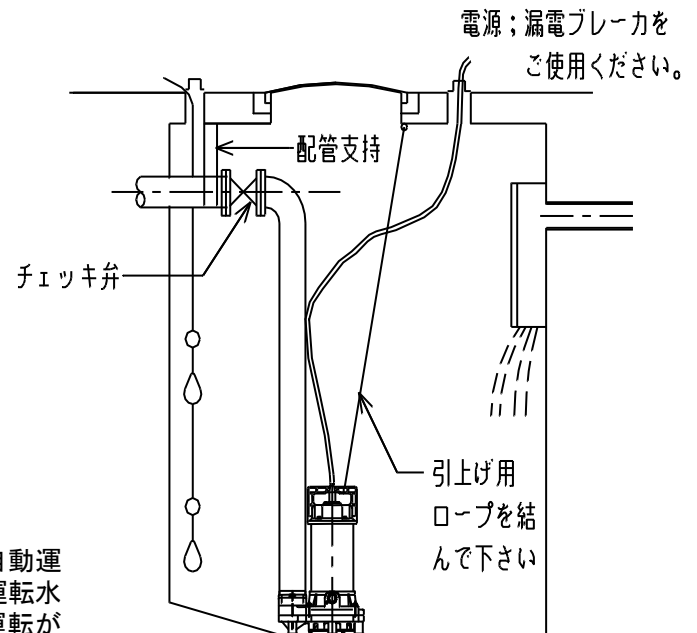
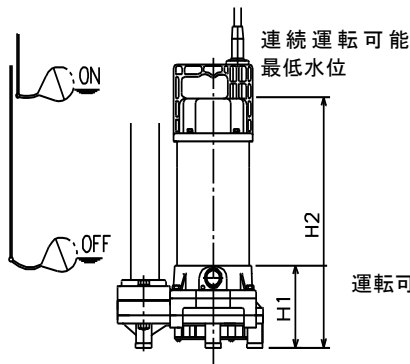

図 2
図 3
- (1) 運搬ならびに据付時には、ケーブルを絶対に引っ張らないでください。
- (2) ポンプは横置きあるいは、宙づりでの使用はできません。底に立置きでご使用ください。
- (3) ポンプはできるだけ槽内の乱流のない場所に設置してください。
- (4) 槽内の流れがある場合には適当な配管を支持してください。（以上図 2 参照）
- (5) 配管は途中空気だまりのできないようにしてください。
- (6) 配管末端は水中に入れしないでください。ポンプを停止した時逆流します。
- (7) 配管にはポンプ 1 台毎にチェック弁を取り付けてください。
- (8) 非自動形ポンプ(DWT 型)はフロートによる自動運転装置が内蔵されていないので、ポンプ運転水位には充分注意してください。ポンプの空運転がない様に図 3 の如く、必ず自動運転装置を設け水位設定をお願いします。運転可能最低水位での連続運転は 10 分以内にしてください。これ以上長く運転しますと、電動機内蔵のオートカットが作動しポンプが停止します。